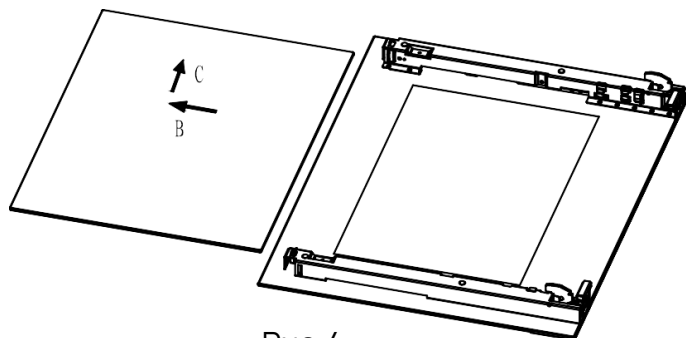

Рис.4
4. Выньте среднее стекло. (рис. 4)